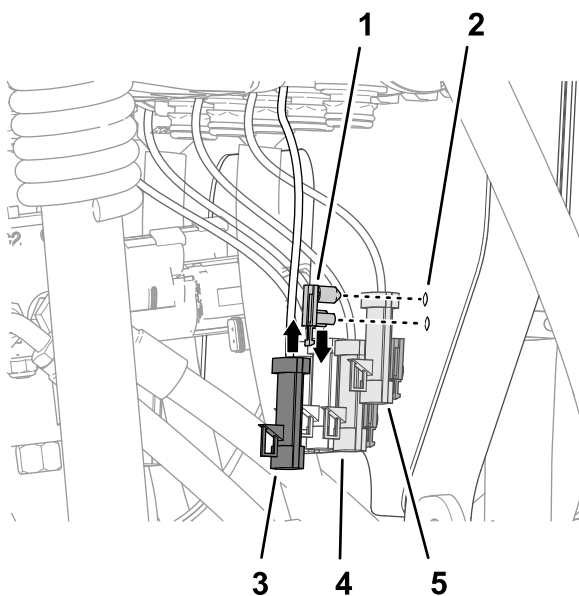

Bild 114
1. Befestigen Sie die Eindrückbefestigungen des Steckerankers in den Löchern in der Ventilebefestigung (Bild 114).